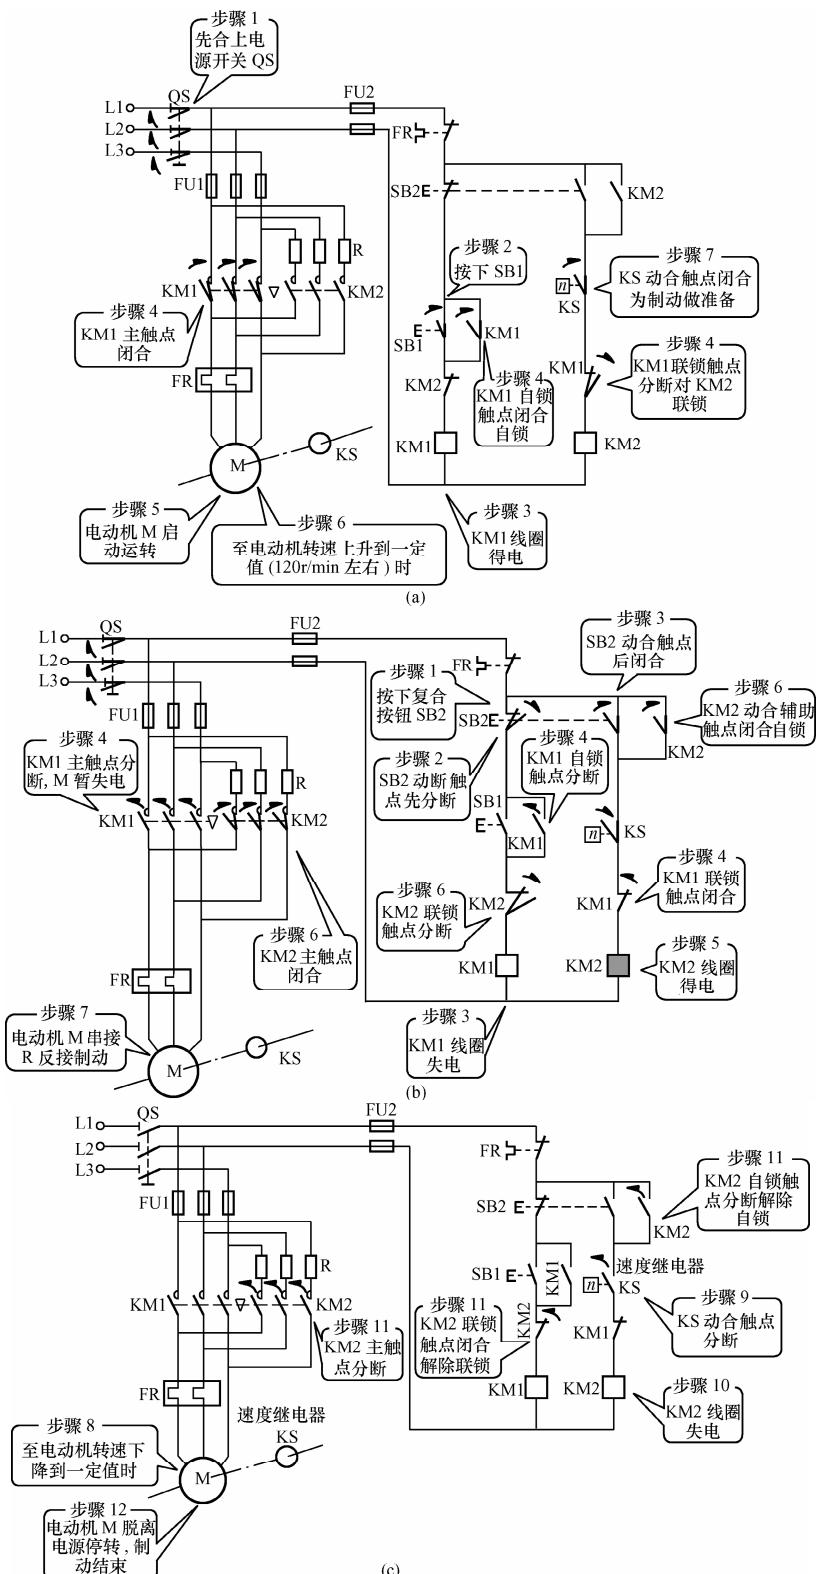

图 1-90 单向启动反接制动控制电路原理示意图
1) 单向启动。单向启动反接制动控制电路如图 1-90 (a) 所示，单向启动工作步骤如下：
2) 反接制动。单向启动反接制动控制电路如图 1-90 (b)、(c) 所示，反接制动工作步骤如下：